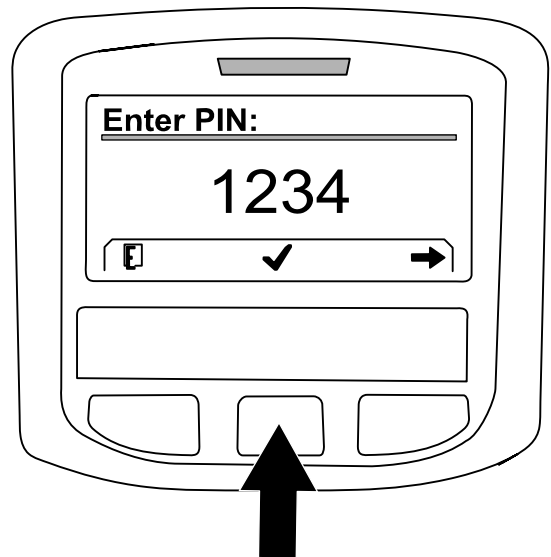
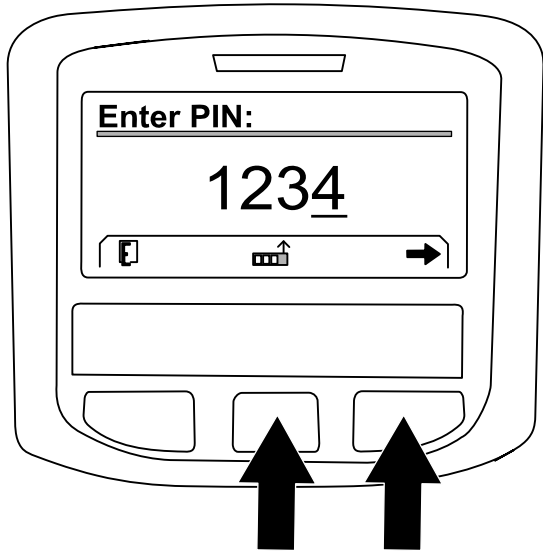

図 231
図 230
- A. 必要に応じて中央ボタンを何度か押して PIN コード画面の左端のケタに数字を入れる 図 230。
- B. 右ボタンを押して PIN コード画面の左から2番目のケタに移る 図 230。
- D. 全部の数字を入れ終わったら、右ボタン 図 230 を押し、さらに中央ボタンを押して PIN コード画面に入る 図 231。